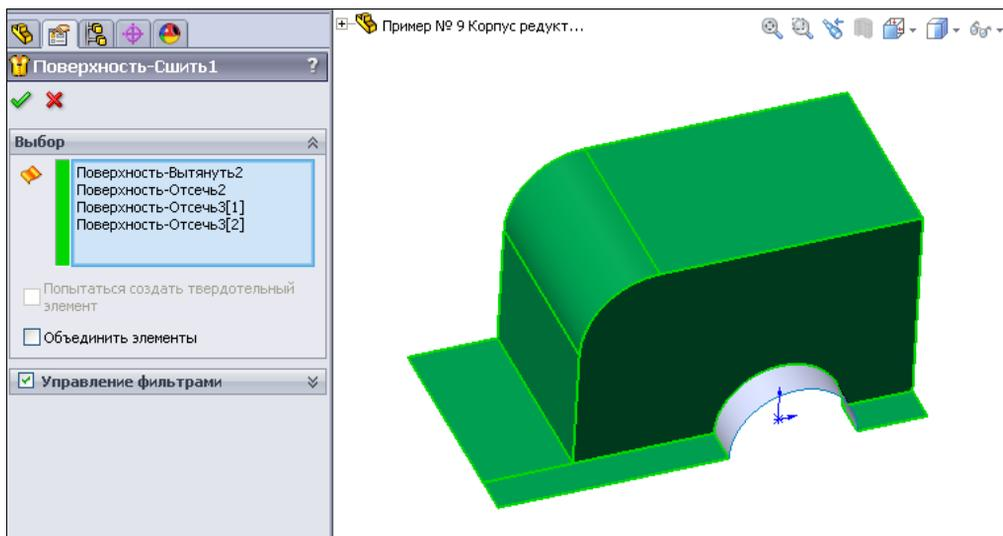

Рис. 2.108
17. Соединим три из четырех поверхностей командой  **Сшить поверхность** на панели инструментов **Поверхность**. Можно также воспользоваться меню **Вставка | Поверхность | Сшить поверхность...**. В разделе **Выбор** укажем все объединяемые (сшиваемые) поверхности (рис. 2.108).